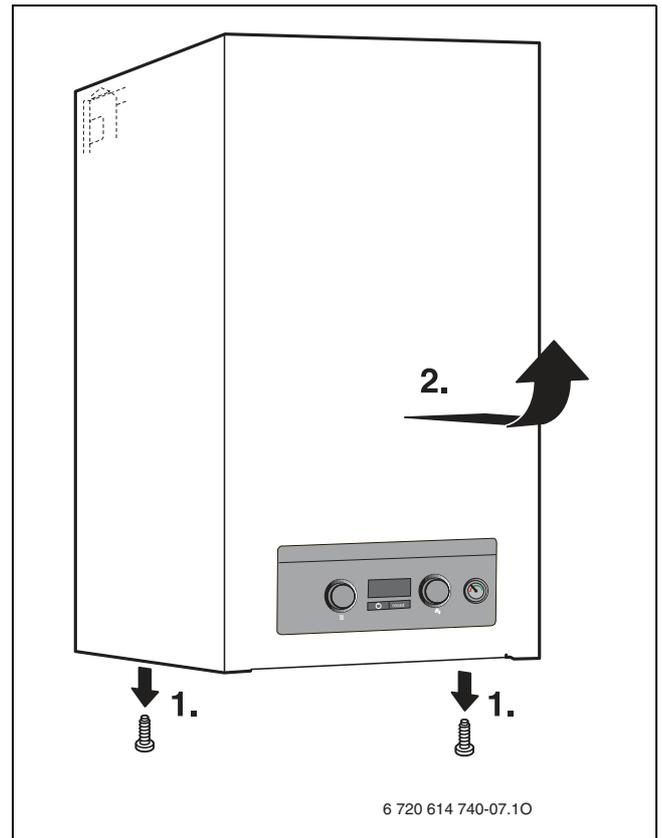

Рис. 9
- ▶ Установите кожух и закрепите его двумя винтами (→ рис. 9).
- ▶ Снять кожух (→ рис. 9, стр. 13).